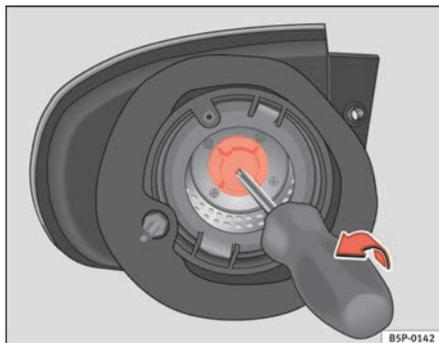

Fig. 193 Luz intermitente.
- Retirar o porta-lâmpadas do intermitente com a ajuda de uma chave de parafusos no sentido da seta (consultar ⇒ fig. 193).